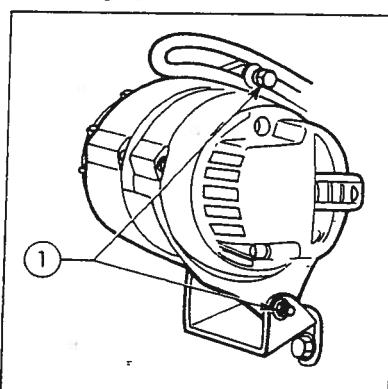

Fig. 11
1. Slakk på boltene i vekselstrømsdynamoens støttebraketter og justeringsbolt (fig. 11).